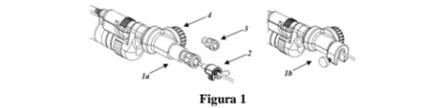

Figura 1
- Se si sta utilizzando un manipolo del canale in funzione (*Figura 1*), è stato aggiunto un meccanismo di controllo della profondità con raccordo luer (*1a*) o un attacco MINOP unico (*1b*) per l'interfaccia con gli endoscopi.